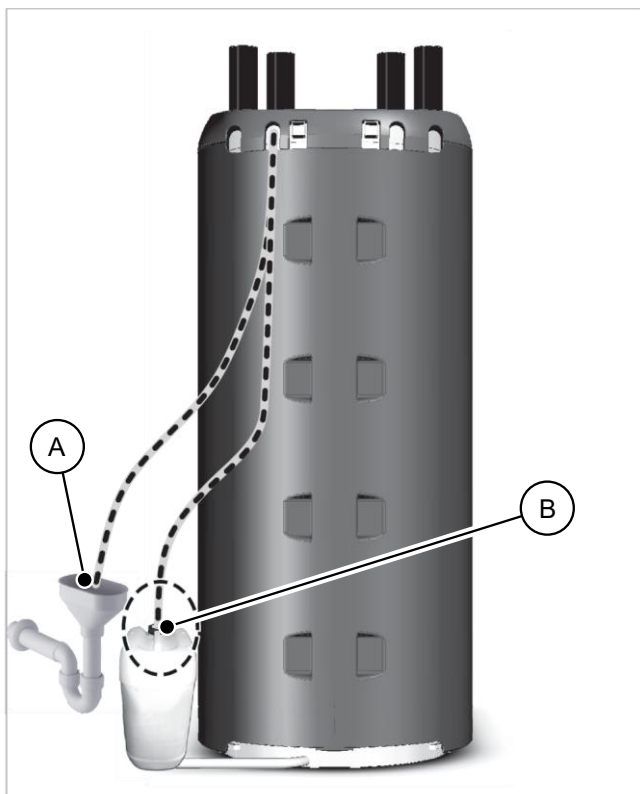

Abb. 5: Installationsbeispiel
7. Der Entlüftungsschlauch kann dauerhaft in einen bauseitigen Entwässerungsablauf geführt werden → Abb. 5 (A).
Alternativ den Entlüftungsschlauch beim Entlüften des Speichers in einen geeigneten Behälter führen → Abb. 5 (B).